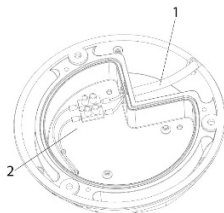
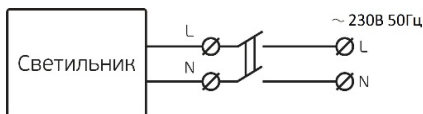

Рисунок 2 Схема монтажа сетевого провода в светильник.
Рисунок 3 Схема подключения светильника
- Заведите сетевой провод (поз.1 рис 2) внутрь светильника. Подсоедините сетевые провода к клеммной колодке (поз.2 рис.2) согласно схеме на рис.3. Закройте металлическую крышку на светильнике.